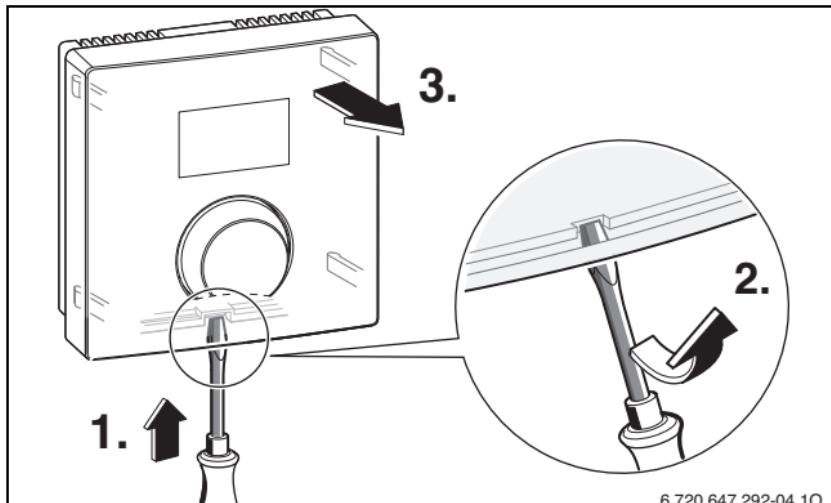

Fig. 2
- Montera fjärrstyrning (→ bild 2 och 3, sidan 58).